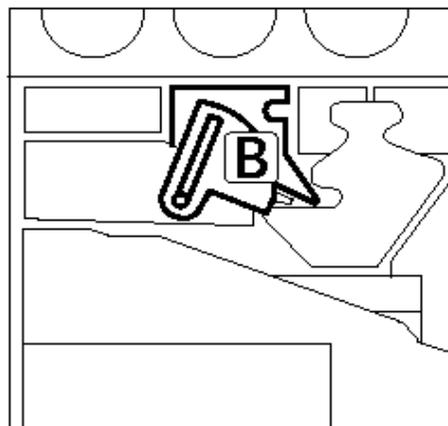
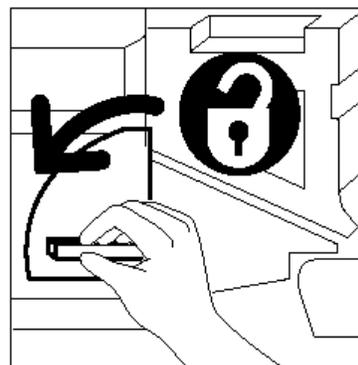

Figura 28: Liberación del enganche dorado (B)
Figura 29: Desenganche del cartucho de copia/impresión
- 2 Gire el enganche dorado del cartucho de copia/ impresión (zona B) hacia la izquierda para soltarlo de su posición, como muestran la Figura 28 y la Figura 29.
NOTA: la “B” que aparece en la Figura 28 aparecerá en el cartucho.